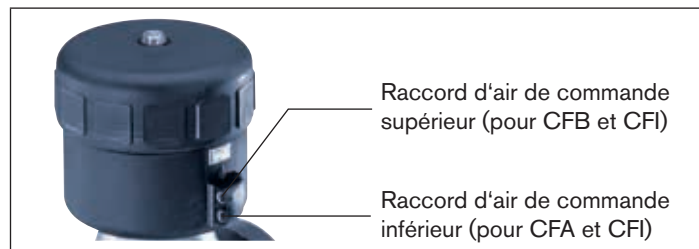

Fig. 17 : Raccord d'air de commande
- Appliquez de l'air comprimé sur le raccord d'air de commande (valeur indiquée sur la plaque signalétique) (voir « Fig. 17 »). Cela est nécessaire pour que la membrane se détache du corps sans être endommagée.
- Appliquez de l'air comprimé sur le raccord d'air de commande (valeur indiquée sur la plaque signalétique) (voir « Fig. 17 »).
- Appliquez de l'air comprimé sur le raccord supérieur d'air de commande (valeur indiquée sur la plaque signalétique) (voir « Fig. 17 »).